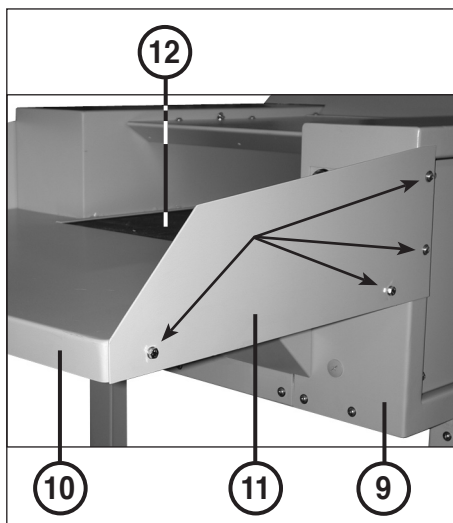
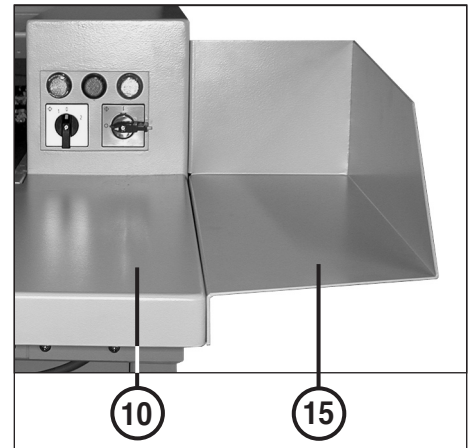
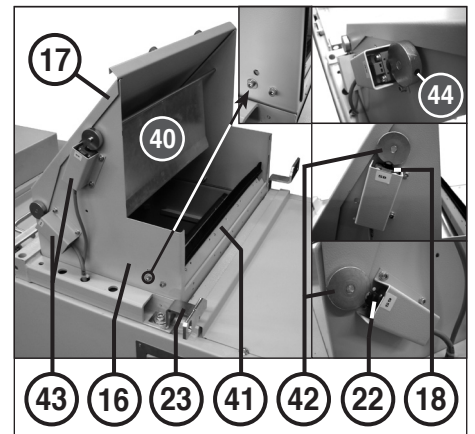

fig. 4
fig. 5
fig. 6
- 11 = Plaque de protection (fig. 4)
- 15 = Équerre de protection (fig. 5) (en option)
- 18 = Interrupteur de fin de course S8 (fig. 6 et 7)
- 22 = Interrupteur de fin de course S9 (fig. 6 et 7)
- 40 = Volet de commande (fig. 6)
- 41 = Bande balai (fig. 6)
- 42 = Came de contacteur (fig. 6)
- 43 = Cache de contacteur (fig. 6)
- 44 = Tige filetée (fig. 6)
### MONTAGE DE L'ÉQUERRE DE PROTECTION (15) (fig. 4 et 5) :
Si nécessaire, le placement de deux équerres de protection (15) (fig. 5) au lieu des deux plaques de protection (11) (fig. 4) permet d'élargir la surface de pose de la table (voir également « ACCESSOIRES SPECIAUX »)
1. Dévisser respectivement les 4 vis et les rondelles sur les parois du boîtier (9) gauche et droite ainsi que sur la table (10) (voir marquage de flèche fig. 4).
2. Retirer les deux plaques de protection (11) et visser les deux équerres de protection (15) sur les parois du boîtier (9) gauche et droite ainsi que sur la table (10) à l'aide des vis et des rondelles dévissées auparavant.
### MONTAGE DE L'ENTONNOIR (16) (fig. 6):
1. Détacher la sécurité de transport (lien) située sur le volet d'éjection (25) et faire pivoter le volet vers le bas.
2. Tirer l'entonnoir (16) hors du compartiment de compression, comme indiqué, le placer au-dessus de l'ouverture de remplissage et le fixer à la presse depuis l'intérieur à l'aide des 7 vis à six pans creux M6x12.
3. Tourner la bande balai (41) sur l'entonnoir (16) en position verticale (le balai pointe vers le haut) et la fixer à l'entonnoir dans cette position (utiliser le trou perçage inférieur) à l'aide des deux vis à six pans creux M6x16 et des rondelles fournies.
4. Démontez les deux caches de contacteur (43). Détacher la tige filetée (44) sur la came de contacteur (42) du volet de commande et retirer la came de contacteur. Extraire le volet de commande (40), l'enfoncer dans les orifices prévus pour la position de commande dans l'entonnoir (16) et le fixer à nouveau à cet endroit.
5. Fixer l'interrupteur de fin de course S8 (18) à l'aide de 2 vis M4x40 et écrous M4 sous la came de contacteur du volet de commande (40). Détacher la tige filetée (44) (clé Allen 2,5 mm), tourner la came en position et serrer à nouveau la tige filetée à fond.
6. Fixer l'interrupteur de fin de course S9 (22) à l'aide de 2 vis M4x40 et écrous M4 sous la came de contacteur du volet de protection (17). Détacher la tige filetée (44) (clé Allen 2,5 mm), tourner la came en position et serrer à nouveau la tige filetée à fond.
7. Positionner les deux caches de contacteur (43) respectivement au-dessus de l'interrupteur de fin de course et les fixer sur l'entonnoir à l'aide de respectivement deux vis M5x16 et écrous M5.